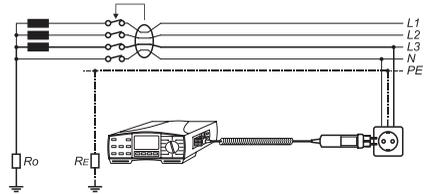

Bild 50: Anschluss der Messleitungen mit COM-MANDER 1
- ▶ Die Messleitungen mit dem Prüfling gemäß Bild 50 oder 51 verbinden. Falls gewünscht kann mit der Taste 'HILFE' diese Anschlussinformation direkt am Messgerät abgerufen werden, mehrfaches Drücken der Taste 'HILFE' zeigt verschiedene Anschlussmöglichkeiten an.
▶ Die Messleitungen mit dem Prüfling gemäß Bild 50 oder 51 (Seite 34) verbinden. Falls gewünscht kann mit der Taste 'HILFE' diese Anschlussinformation direkt am Messgerät abgerufen werden, mehrfaches Drücken der Taste 'HILFE' zeigt verschiedene Anschlussmöglichkeiten an.
- ▶ Die Messleitungen mit dem Prüfling gemäß Bild 50 oder 51 (Seite 34) verbinden. Falls gewünscht kann mit der Taste 'HILFE' diese Anschlussinformation direkt am Messgerät abgerufen werden, mehrfaches Drücken der Taste 'HILFE' zeigt verschiedene Anschlussmöglichkeiten an.